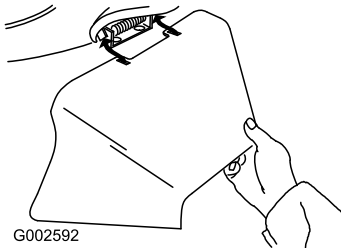

Bild 34
- Setzen Sie den Seitenauswurfkanal ein und schließen Sie die Tür auf dem Auswurfkanal (Bild 34).